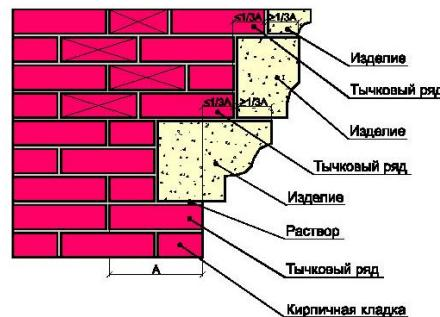

Рис. 7.
– заделка в сплошную кладку составных карнизов из архикамня высотой каждой части не более четырех рядов кладки и с общим выносом больше ширины заглубления производится с перекрытием каждого ряда элементов тычковым рядом кирпича, при этом максимальный вынос тычковой кладки от плоскости опорного ряда предыдущего пояса элементов из архикамня не должен превышать 1/3 длины кирпича, а тыльная поверхность каждого ряда элементов должна быть заглублена относительно плоскости максимального вылета предыдущего ряда на величину не менее 1/3 длины кирпича (см. рис. 7);